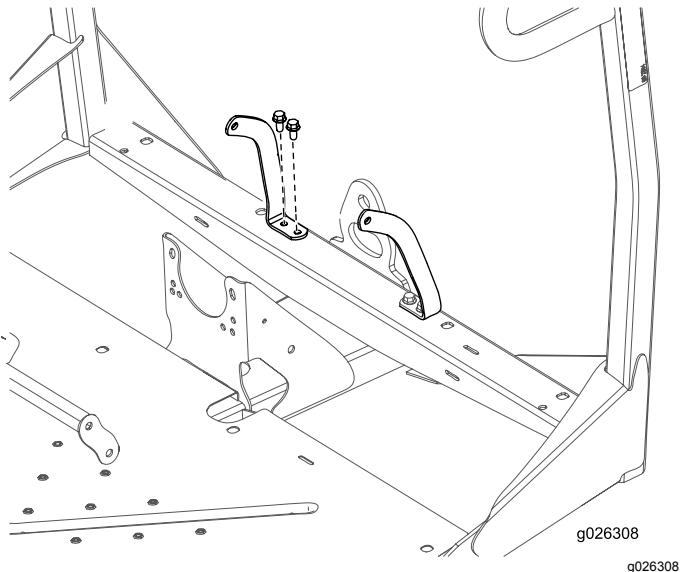

図 8
5. 前フレームに左右のシートベルトアンカーを固定するボルト 3/8 x 3/4 インチ 4本とナット 3/8 インチ 4個を使用し図 8 のように取り付ける。